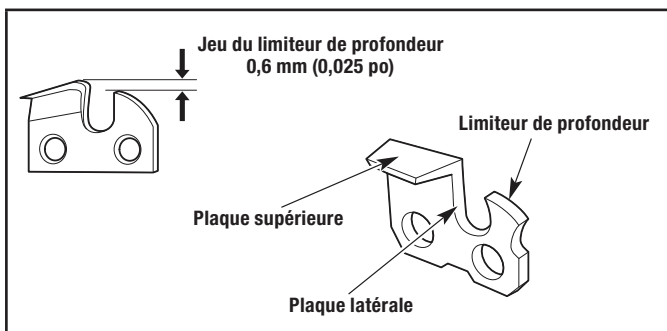

Figure 32
- 2b. Garder la lime de niveau avec la plaque supérieure de la dent (Fig. 32). Évitez d'incliner ou de faire basculer la lime. Exercez une pression légère, mais ferme.